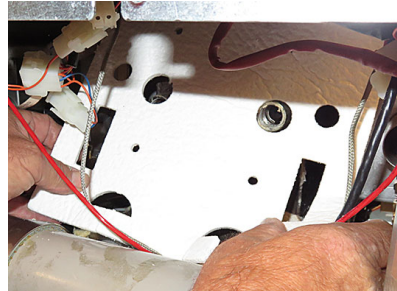

図 39
45. フライポットの前面に新しい断熱材を慎重に挿入し (図 39 を参照)、ステップ 43 で取り外した断熱材を交換します。